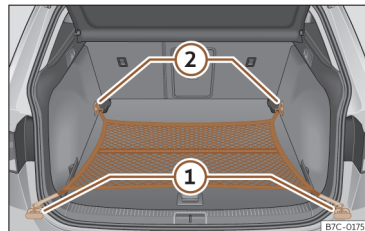

Fig. 169 Dans le coffre à bagages : filet accroché au niveau du plancher.
- Fixez les crochets du filet aux œillets d'amarrage >>> **fig. 169** ① et ② >>> ⚠. La fermeture à glissière du sac doit rester vers le haut.